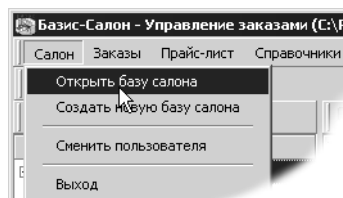

Рис. 2.
- ▼ Вызвать команду **Открыть базу салона** (рис. 2).